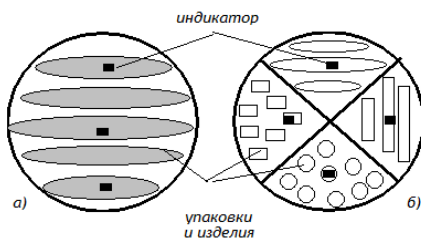

Рис. 2 - Схема расположения индикаторов в стерилизационной коробке при видовой и целенаправленной закладках (а), при секторальной закладке изделий (б).
- между складками или слоями изделий из паронепроницаемых материалов (полимерные плёнки, клеёнка). В индивидуальную упаковку с трудно стерилизуемыми изделиями (одноразовые упаковочные пакеты и свёртки) помещают не менее одного индикатора. В стерилизационную коробку (бикс) при видовой и целенаправленной закладке с трудно стерилизуемыми изделиями помещают не менее трёх индикаторов: один в середину изделия в центре стерилизационной коробки и два в середину изделий, находящихся у стенок (рис. 2, а). При секторальной закладке изделий (рис. 2, б) в каждый сектор помещают не менее одного индикатора в середину трудно стерилизуемого изделия.